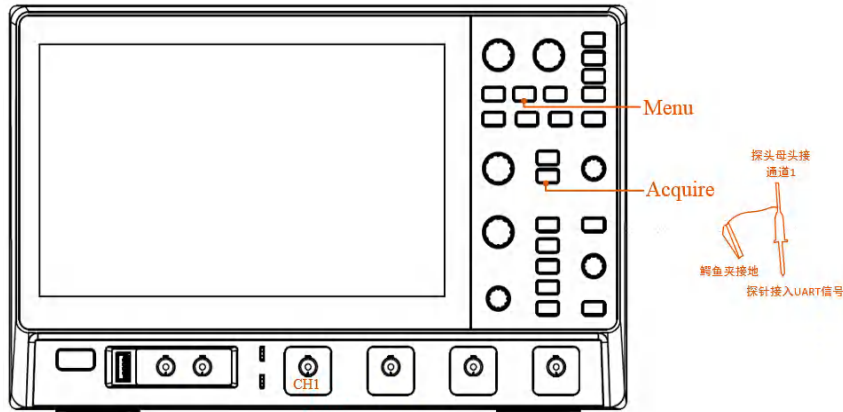
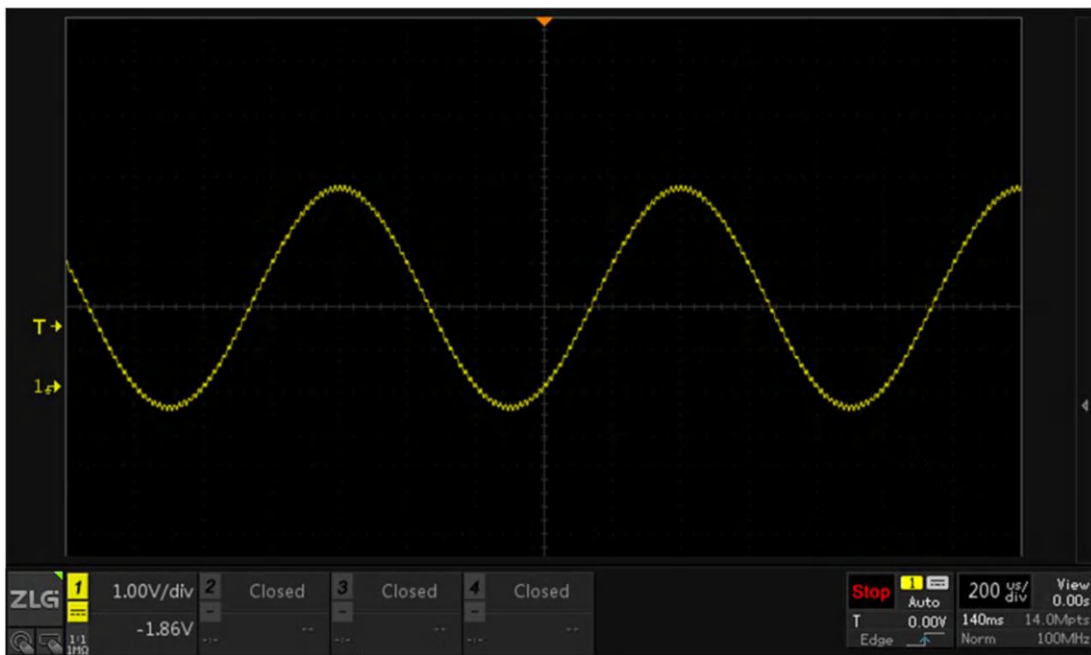

图 18.7 接入信号
图 18.8 数学运算界面
- 1、在通道 1 接入有谐波混杂的正弦信号，如图 18.7 所示，点击【Auto Setup】一键捕获波形，如下图 18.8，此时可以很明显的观察到信号中存在干扰谐波，此时可利用 FFT 计算整个信号的频率，分析出干扰谐波的频率值；